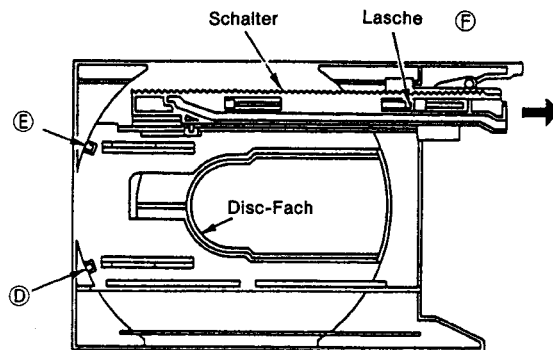

Abb. 4
**(3) Austausch des Disc-Halters (Abb. 4)**
Entfernen Sie die Disc-Lade und entfernen dann die Laschen ① und ② des Disc-Fachs in Abb. 4. Nehmen Sie das Disc-Fach anschließend nach oben heraus.
**(4) Austausch der Schalter (Abb. 4)**
Stellen Sie die Schalter wie in Abb. 4 dargestellt ein und heben die Schalter-Lasche mit einem flachen Schraubenzieher ca. 1 mm an. Ziehen Sie dann den Schalter in Pfeilrichtung heraus.